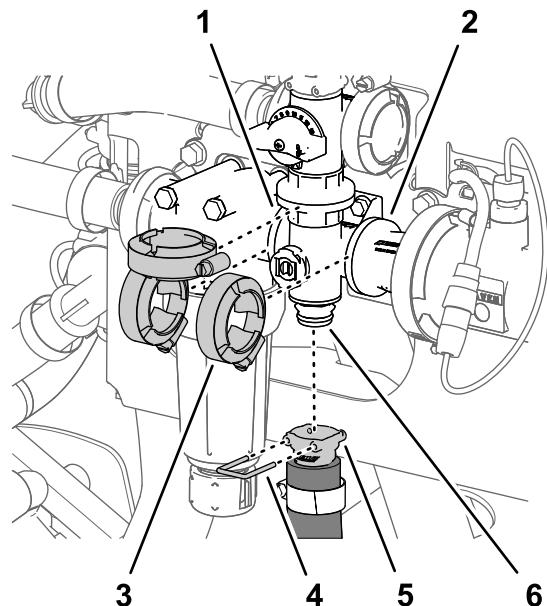

Figure 118
1. Retirez l'étrier qui fixe le raccord rapide du flexible d'agitation au collecteur de la vanne d'agitation (Figure 118).
2. Retirez les 3 colliers bride qui fixent le collecteur de vanne d'agitation aux brides de la tête du filtre de pression et à l'adaptateur d'accouplement (Figure 118).